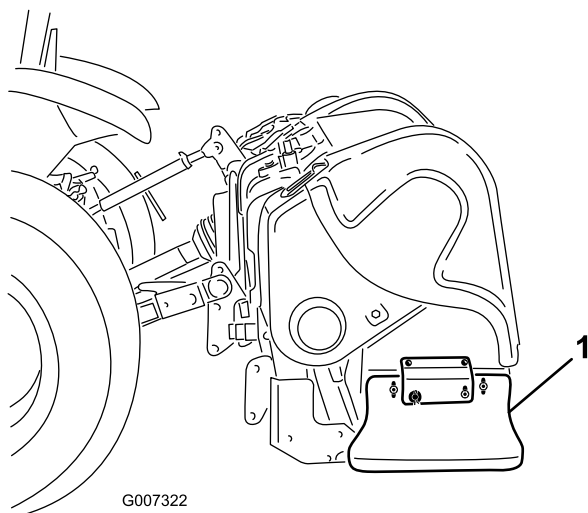

Figure 35
1. Desserrez les boulons et écrous qui fixent le déflecteur latéral au châssis (Figure 35).